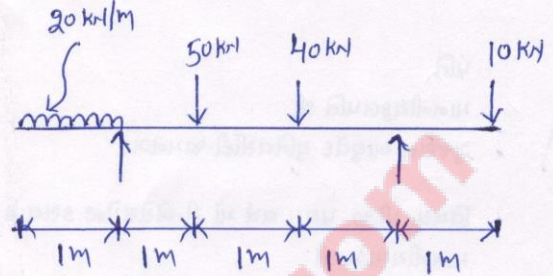

Figure-4 Q-3(d) OR
- (d) Draw Shear force and Bending Moment Diagram for Figure -4 **04**